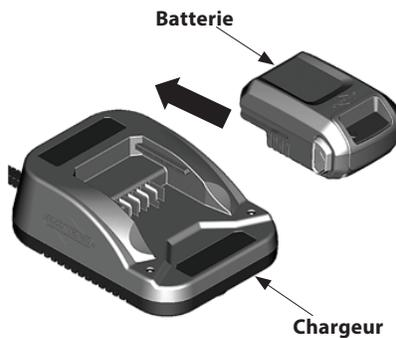

Figure 4-11
2. Placez la batterie dans le chargeur. Voir Figure 4-11. Si le témoin rouge ne s'allume pas, retirez la batterie et replacez-la. Assurez-vous que la batterie est bien placée dans le chargeur.